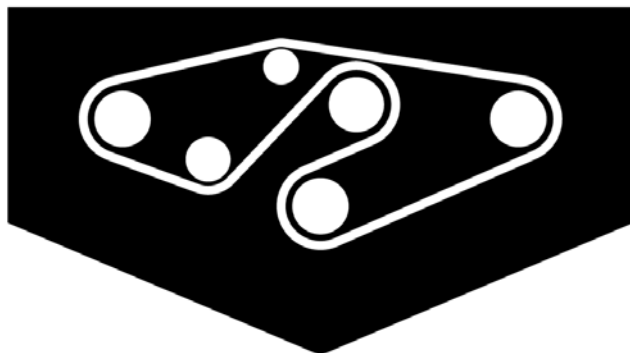

Figura 38
- Coloque a nova correia nas polias da barra e na estrutura da polia intermédia, como se mostra na Figura 38.